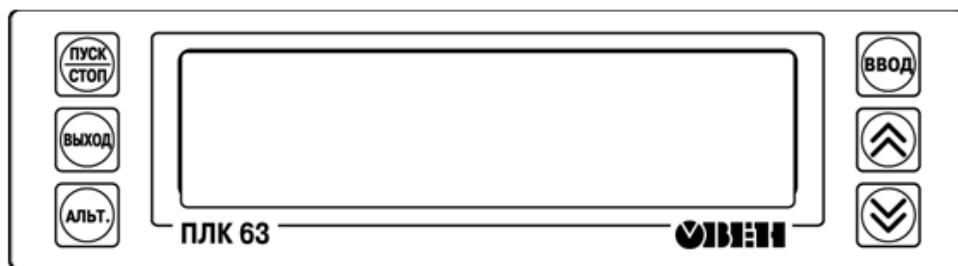

Рисунок 3.1 – Элементы индикации и управления контроллера
3.1.7 На лицевой панели контроллера ПЛК63 расположены ЖКИ и кнопки управления работой контроллера (рисунок 3.1).